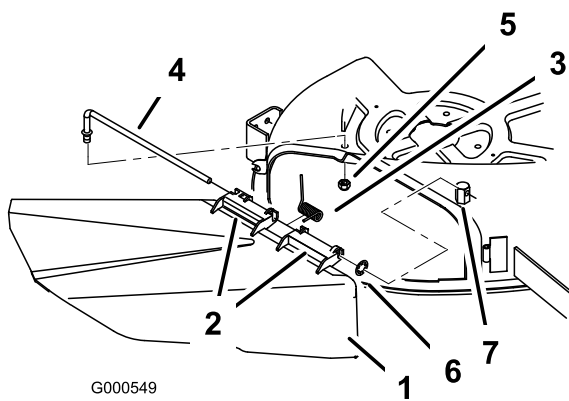

Figure 51
1. Repérez les éléments illustrés (Figure 51).
2. Retirez l'écrou (3/8 pouce) de la tige, sous le plateau de coupe (Figure 51).
3. Sortez la tige de la courte cheville de positionnement, de la rondelle-frein intérieure, du ressort et du déflecteur d'herbe (Figure 51). Enlevez le déflecteur s'il est endommagé ou usé.
4. Reposez le déflecteur d'herbe et la rondelle-frein intérieure (Figure 51).
6. Placez le ressort sur la tige, les fils d'extrémité dirigés vers le bas, entre les supports du déflecteur d'herbe. Insérez la tige dans le deuxième support du déflecteur d'herbe et la rondelle-frein intérieure (Figure 51).
7. Insérez la tige à l'avant du déflecteur dans la courte cheville de positionnement sur le plateau. Fixez l'extrémité arrière de la tige dans le plateau de coupe à l'aide d'un écrou (3/8 pouce) (Figure 51).